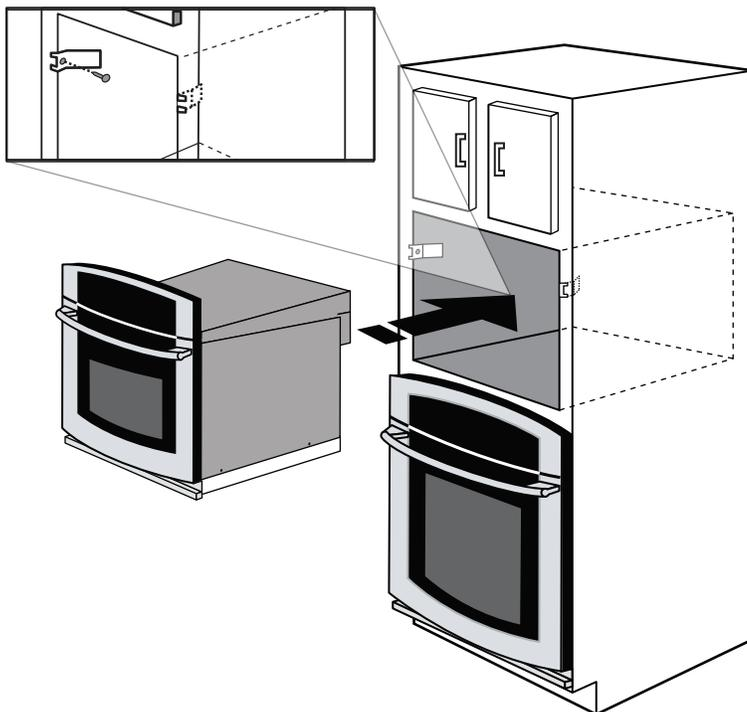

Figura 4
- Coloque el horno al lado de la abertura sobre una mesa o base. Conecte el cable de alimentación en el tomacorriente eléctrico. Guíe con cuidado el horno dentro de la abertura preparada. Evite que el cable quede presionado entre el horno y la pared. Vea la Figura 4. Empuje la unidad dentro y hacia el gabinete. El lado con soporte del horno se enganchará en los soportes antivuelco. Vea la Figura 3.